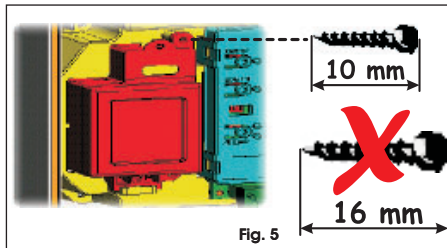

Fig. 5
2. Inserire la batteria nell'alloggio appena creato e fissarla agli appositi supporti di ancoraggio (Fig. 5).